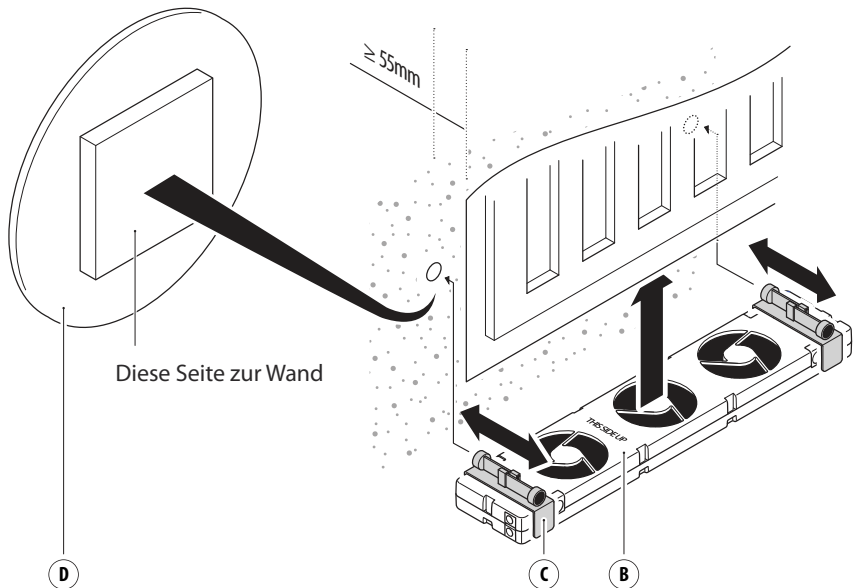

Abb. 7 - Anbringen des SpeedComfort (B1) an der Wand und dem Einzelplatten-Heizkörper.
2. Wiederholen Sie die Schritte 1-7 wie für einen breiten Heizkörper. Befestigen Sie an den ermittelten Stellen die beiden **Metallplatten** (D1, D2) an der Wand. Verwenden Sie die **verstellbaren Magnete** (c1, c2, c3, c4) an den **Halteungen** (C1, C2), um den **SpeedComfort** (B1) an der Wand und dem Einzelplatten-Heizkörper anzubringen (siehe Abb. 7).